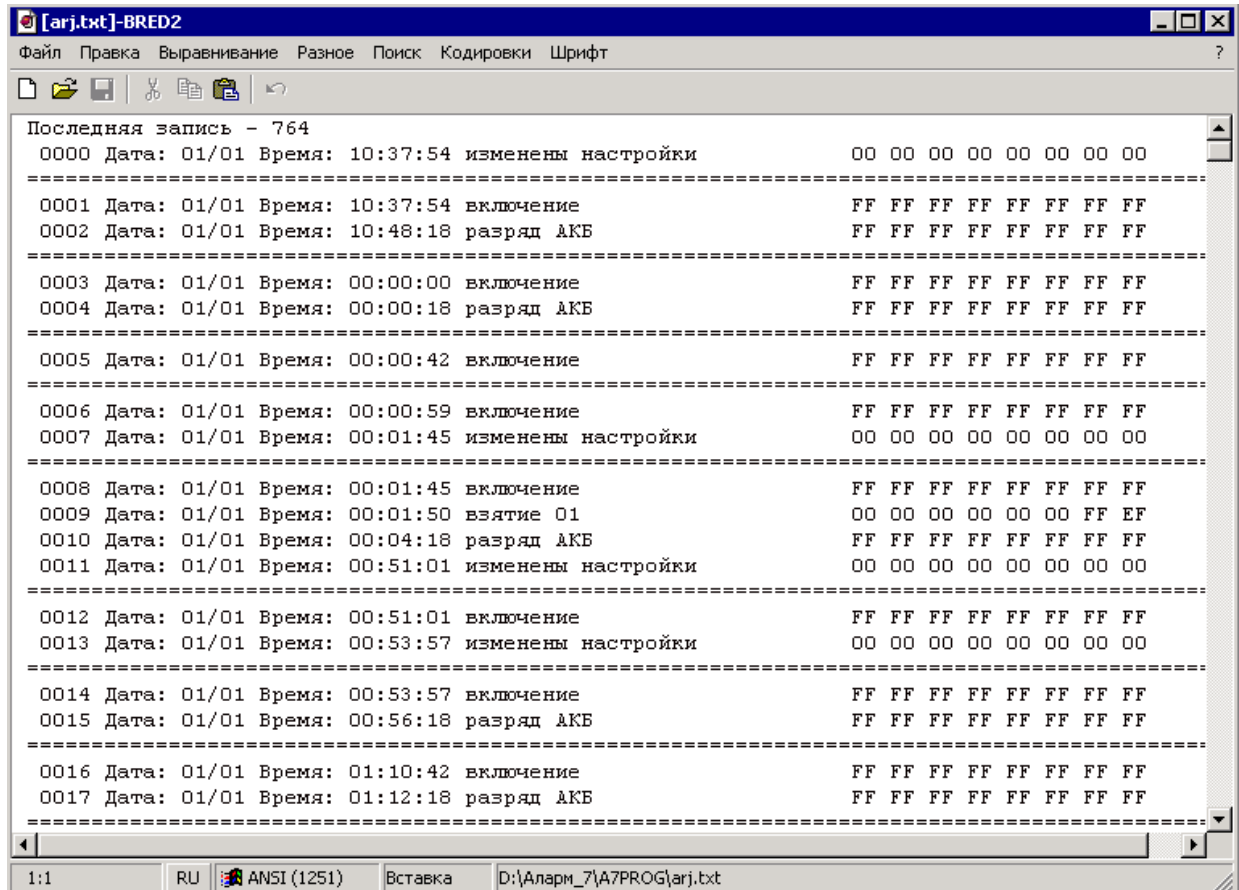

Рисунок 27
2.1.7.1 Чтение архива событий прибора осуществляется с помощью команды главного меню «Архив» основного окна программы. В результате выполнения этой команды на экране ПЭВМ появляется окно с текстовым файлом **arj.txt**, автоматически формируемым и записываемым программой в ее рабочей директории (рисунок 27):